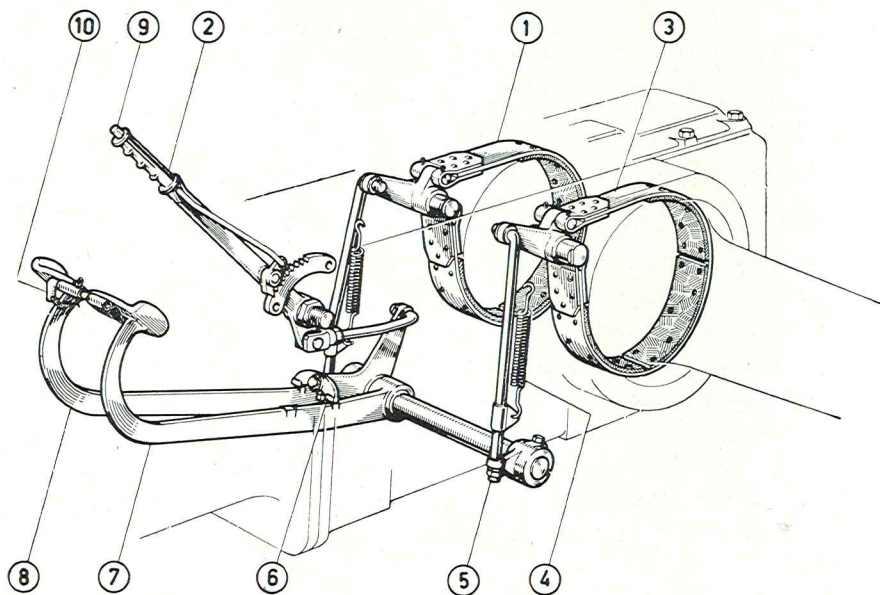

Fig. 19 - SCHEMA DEI FRENI INDIPENDENTI
- allentare i controdadi (5) delle viti indicate in fig. 19;
- agire accuratamente sulle viti (5) sino a ripristinare la normale corsa libera dei pedali di comando dei freni (7-8);